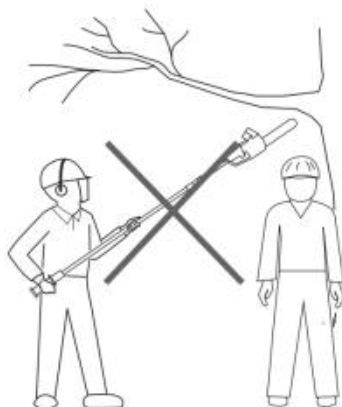

Fig. 52
5. Éloignez les autres personnes de l'extrémité coupante du produit et maintenez-les à une distance de sécurité de la zone de travail. Maintenez une distance minimale de 10 m avec les personnes présentes (Fig. 52).